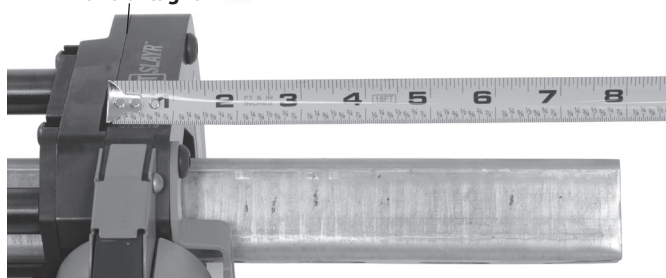

Figura 6A – Misurazione della lunghezza della canalina
- a. Usare la Fessura per il metro (sul piano di taglio) (Figura 6A).